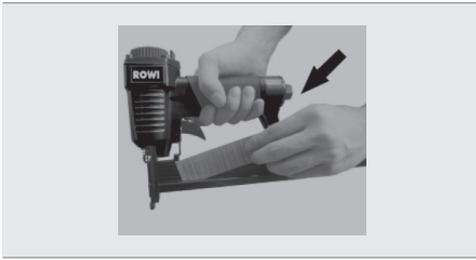

Abb.2: Magazin laden
2. Legen Sie das entsprechende Eintreibmaterial (Klammern oder Nägel), wie in Abb. 2 und 3 dargestellt, in das Magazin hinein und schieben Sie dieses zurück, bis es hörbar einrastet.